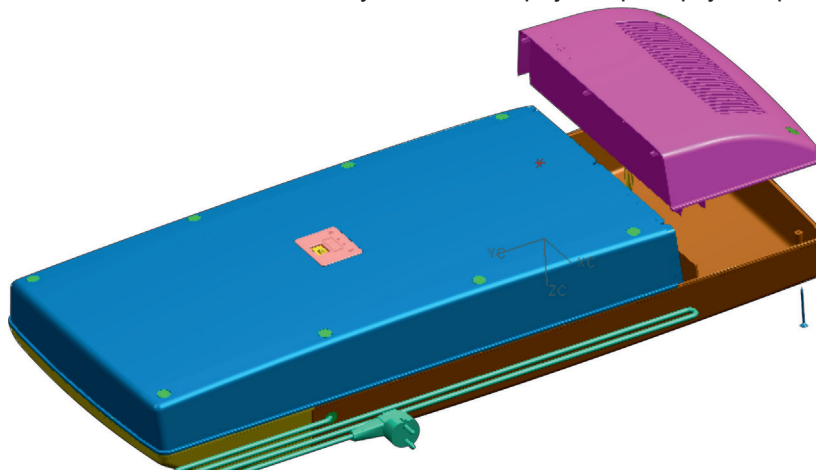

Рис. 8
- вывернуть два винта соединяющие вставку панели с корпусом рециркулятора (рис. 8).
- снять панель вентиляторов (рис. 8а);
Рис. 8а